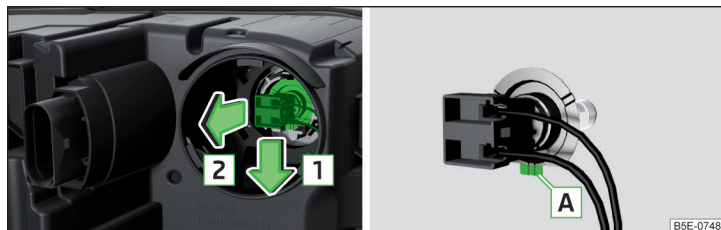

Fig. 350 Înlocuirea becului pentru faza scurtă
- › Desprindeți conectorul, împreună cu becul cu incandescentă, în sensul săgeții **1** » fig. 350.